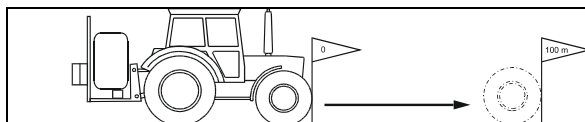

Fig. 4
2. Marker start- og slutpunkt (Fig. 4).